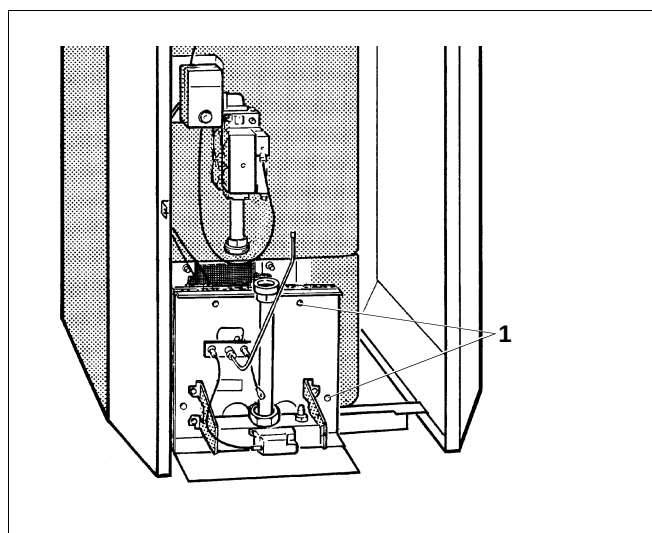

Fig. 39 Démontez le brûleur
- Dévisser les fixations du bouclier du brûleur et extraire le brûleur (fig. 39, **pos. 1**).